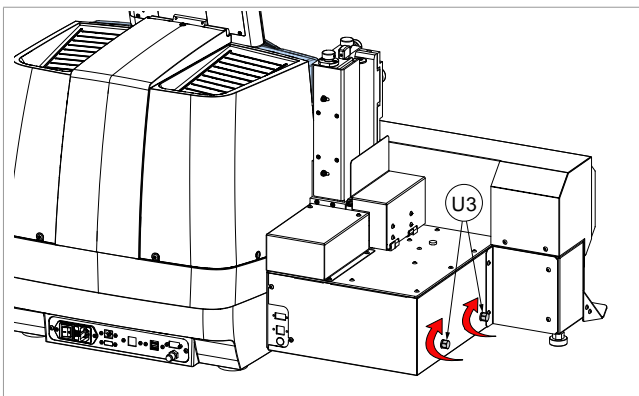

Fig. 34
- 3) Draai de zeskantkop (U3) van de bouten aan de aanvoerenheid vergrendelen op de machine (Fig. 34).